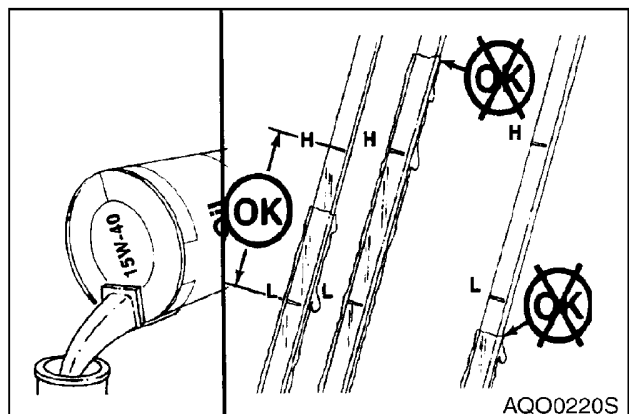

Рис. 5
3. Чтобы долить масло, снять крышку наливного отверстия (рис. 5).